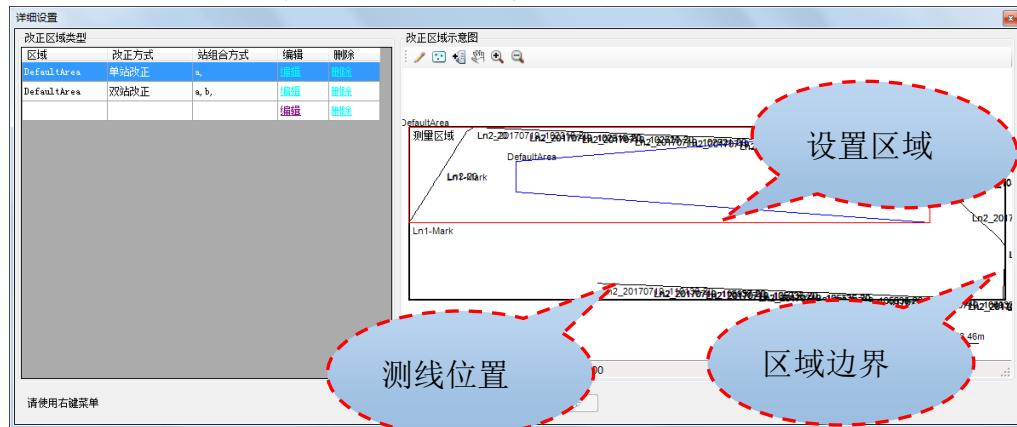

图 13-6 区域边界多边形
步骤二：绘制改正区域的多边形边界。在区域列表中，选择创建的区域，然后绘制区域。区域边界线有鼠标绘制和坐标绘制两种方式：①点击【绘制区域】按钮 ，进入鼠标绘制区域多边形模式，通过鼠标点击，在测量区域内绘制该区域的多边形边界，点击鼠标右键结束区域绘制；②点击【输入区域】按钮 ，在弹出的坐标列表中依次输入区域的顶点坐标。在测量区域视图中，当前区域的多边形用红色显示，非当前区域的多边形用蓝色显示，每个多边形左上角有一个区域编号，如图 13-6 所示。